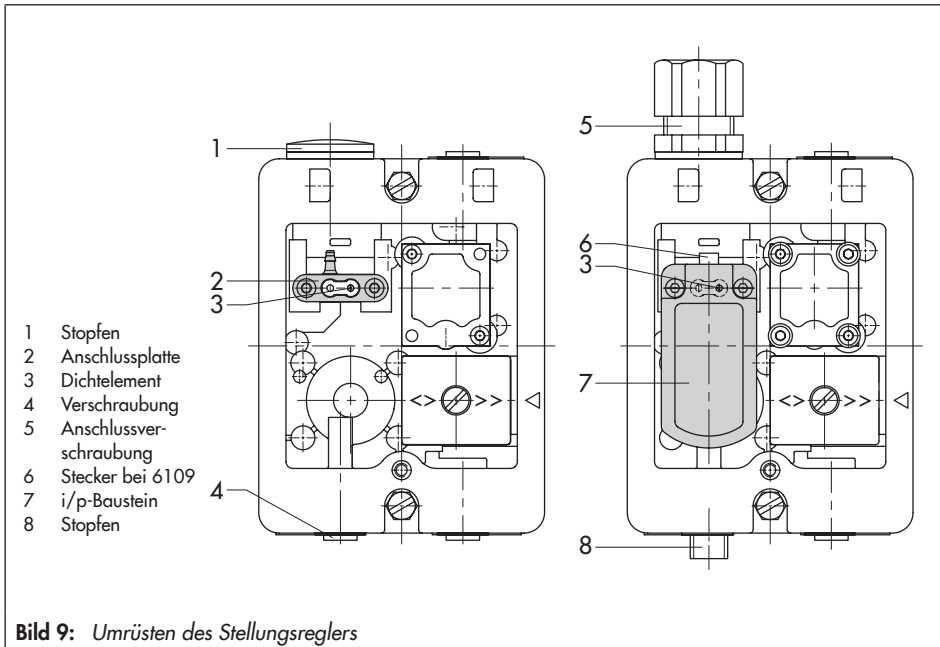

Bild 9: Umrüsten des Stellungsreglers
7. i/p-Baustein mit den zwei Befestigungsschrauben im Gehäuse verschrauben. Dabei darauf achten, dass das Dichtelement (3) mit der Drossel im Baustein richtig eingelegt ist (Drossel liegt von oben gesehen über der rechten Gehäusebohrung, Bild 9).
3. Bohrungen im Gehäuseboden durch Anschlussplatte (2) mit Dichtelement (3) fest verschließen, auf richtige Lage nach Bild 9 achten.